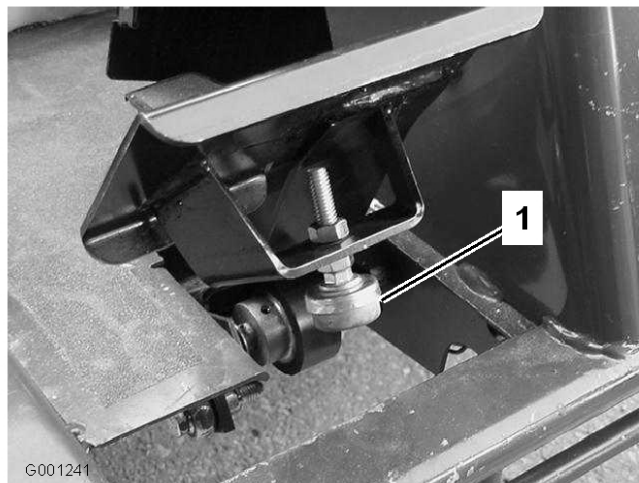

Figure 65
1. Contrôlez le réglage de la butée de la pédale de déplacement. La butée de pédale (Figure 65) doit toucher légèrement le châssis avant que la pompe arrive en bout de course.